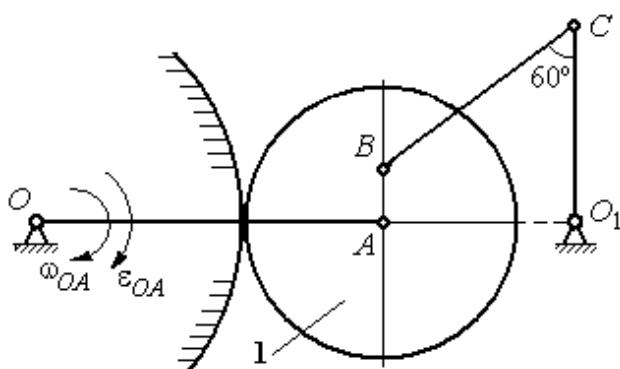

Рис. 2.36. Механизм качалки
**Задача 36.** Механизм качалки (рис. 2.36) включает в себя кривошип  $OA$ , вращающийся вокруг неподвижной оси  $O$ , шестерню 1 радиуса  $r_1$ , насаженную
указанном на рис. 2.36, определить угловую скорость и угловое ускорение коромысла  $CO_1$ , если  $\omega_{OA} = 2$  рад/с;  $\varepsilon_{OA} = 4$  рад/с2;  $OA = 0,8$  м;  $r_1 = 0,4$  м;  $AB = 0,2$  м;  $BC = 0,6$  м. Для этого же положения определить ускорение точки  $C$ .